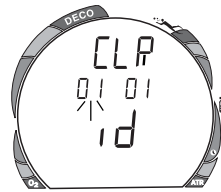

Fig. 93 - Reset
- Drücken Sie kurz die rechte Taste ("Wahl") um die Ziffern auf **01** zu verändern (Abb. 93).